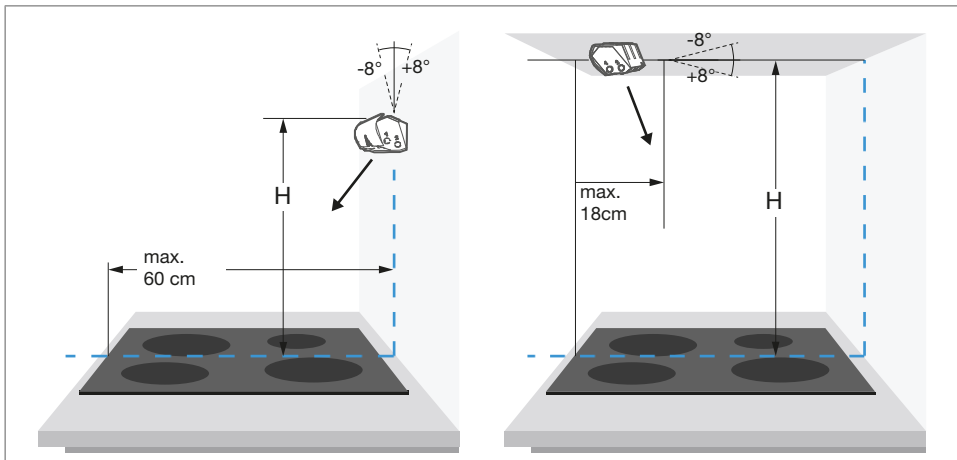

Bild 8: Wandmontage (links); Montage unter der Dunstabzugshaube (rechts)
Die Sensoreinheit kann wahlweise an der Wand oberhalb des Herdes/Kochfeldes oder direkt unter die Dunstabzugshaube (Bild 8) montiert werden. Die Sensoreinheit überwacht die Temperatur und die Benutzung des Herdes/Kochfeldes und schaltet im Alarmfall die Stromzufuhr ab.
- ❸ Montagehalterung (8) wieder an der Sensoreinheit befestigen.
- ❹ Fett und Schmutz mit dem beiliegenden Reinigungspad von der Montagefläche entfernen.
- ❺ Sensoreinheit mittels vorinstalliertem Klebestreifen (Bild 8) anbringen (Optional: beiliegendes Befestigungsmaterial verwenden).
Für die Erstinbetriebnahme sind die Standardeinstellungen des Herdwächters zu verwenden. Weichen die Montagehöhe der Sensoreinheit oder die Abmessungen des Herdes/Kochfeldes von den Standardwerten (Bild 8) ab, so ist die Inbetriebnahme manuell durchzuführen (siehe Manuelle Inbetriebnahme).
Eine manuelle Inbetriebnahme ist dann erforderlich, wenn der Herd ausgetauscht wurde, die Herdabmessungen und die Montagehöhe der Sensoreinheit von den Standardwerten (Bild 8) abweichen oder es zu häufigen Fehlalarmen kommt.